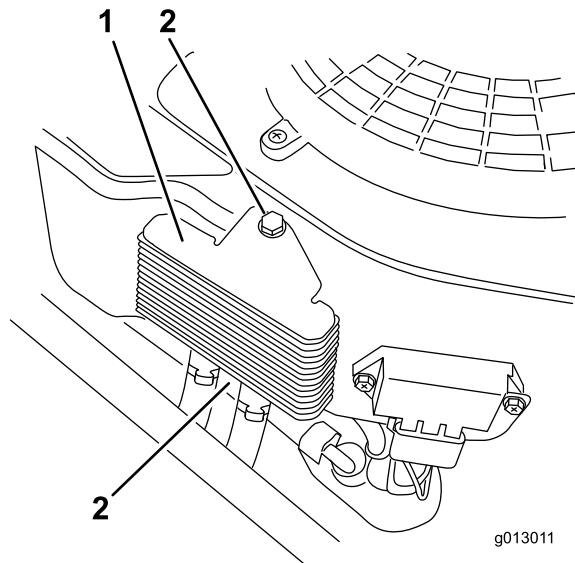

Figure 69
2. Retirez les boulons de fixation du refroidisseur d'huile sur le carter du moteur (Figure 69).